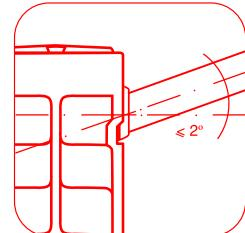

рис. 4
**Во избежание вибрации допустимо отклонение оси коллектора радиатора от подводящих труб не более  $2^{\circ}$  (рис. 4).**